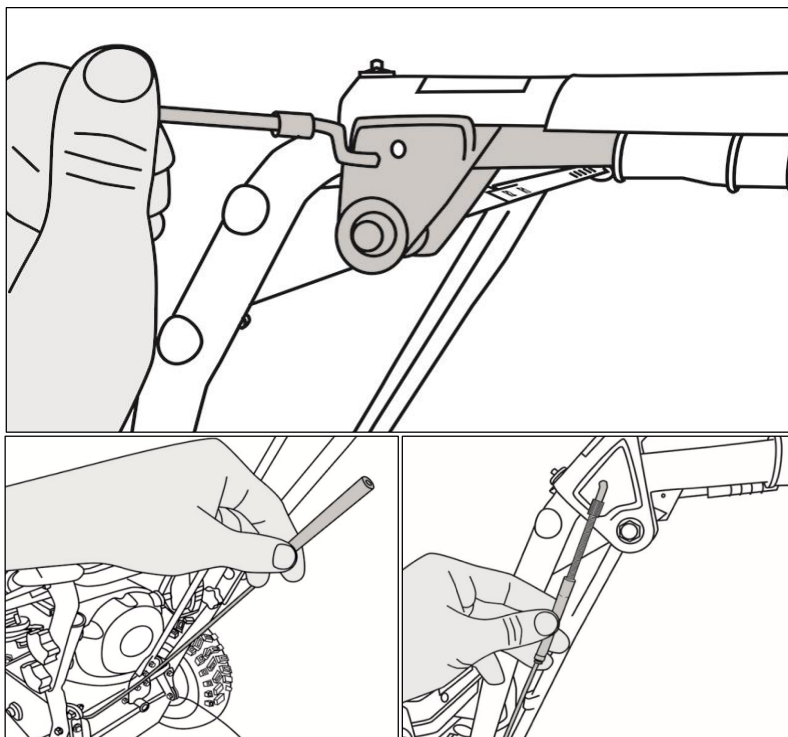

Рис. 7
4. Закрепите тросы привода шнека и колес на рычагах привода (рис.7).